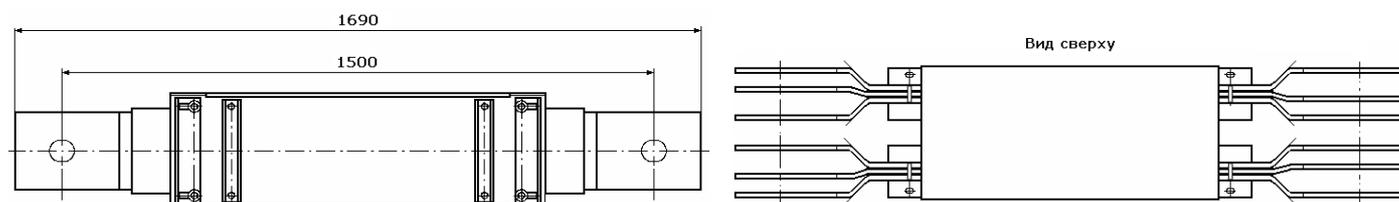

Рис. 1.3. Секция с перемычками.
**Секции с перемычками на 2500А (У3434), 3200А (У3634) и 4000А (У4334)** (рис. 1.3) предназначены для выравнивания токов в шинах обоих пакетов и устанавливаются после ответвительных секций, на всех трех концах тройниковой горизонтальной секции, а также при переходе на однопакетный шинопровод.